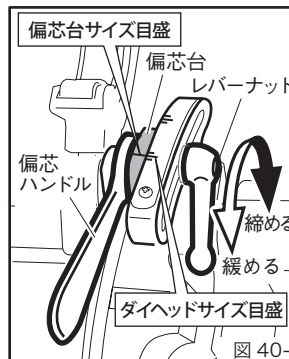
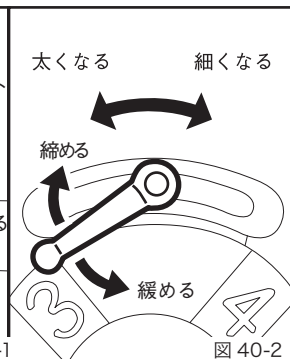

図 40-1
図 40-2
- ①ねじ切り寸法を合わせる時には、偏心ハンドルを必ず手前に倒してから、ダイヘッドのねじ切りサイズ寸法と偏心台の目盛を合わせてください。(図 40-1)
- ②レバーナットは手でしっかり締めるだけで充分です。ハンマー等で叩き締める必要はありません。
- ③太め、細めのねじを切るには、偏心台の目盛をサイズ目盛の線より手前にずらして合わせると太く、反対に向側にずらして合わせると細く切れます。(図 40-2)